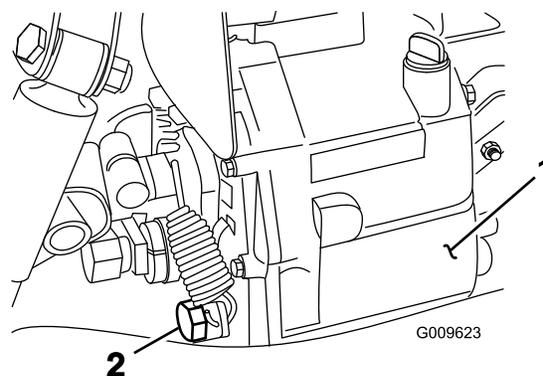

Figura 72
- Retire o tampão de escoamento da parte lateral do reservatório e deixe o fluido hidráulico escorrer para o recipiente (**Figura 72**).